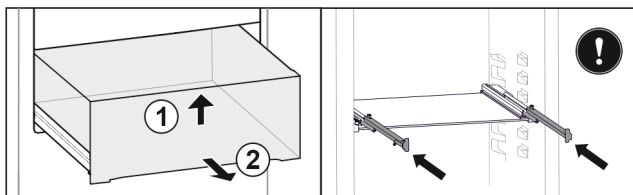

Fig. 22
- Sollevare il cassetto dal davanti. Fig. 22 (1)
- Rimuovere il cassetto tirandolo in avanti. Fig. 22 (2)